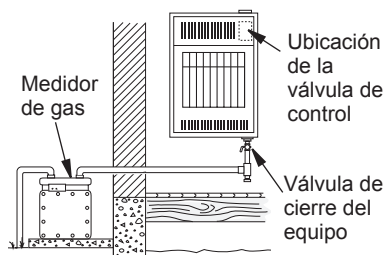
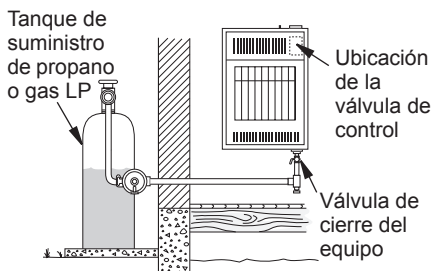

Figura 15 - Revisión de las uniones de gas para gas natural
Figura 16 - Revisión de las uniones de gas para propano o gas LP
3. Revise todas las uniones entre el medidor de gas, si usa gas natural (consulte la figura 15), o entre el tanque de suministro de propano o gas LP, si usa este tipo de gas, y la válvula de cierre del equipo (consulte la figura 16). Aplique en todas las uniones algún líquido para detectar fugas que no sea corrosivo. La formación de burbujas indicará una fuga.
4. Revise todas las uniones entre la válvula de cierre del equipo y válvula de gas del termostato (consulte la figura 15 o 16). Aplique en todas las uniones algún líquido para detectar fugas que no sea corrosivo. La formación de burbujas indicará una fuga.